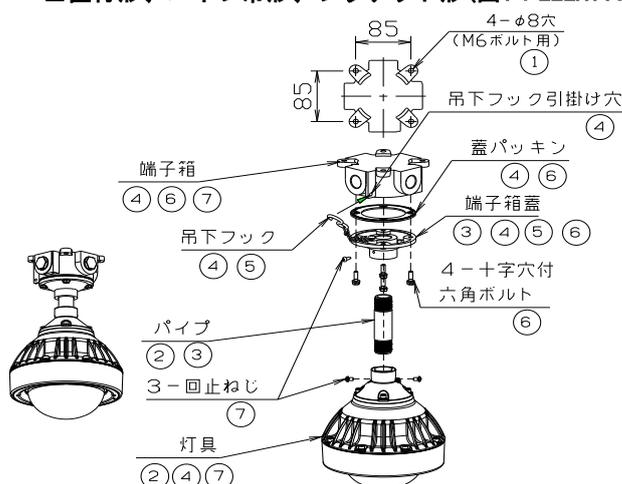

図1
■直付形、パイプ吊形、ブラケット形(図1: LZLA11014の例です)